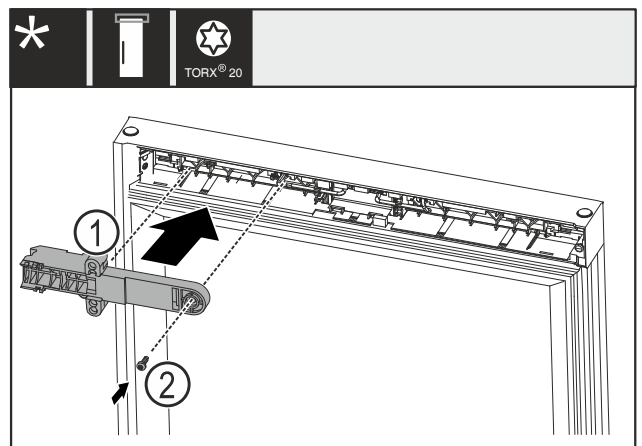

Fig. 26
- Slothouder Fig. 26 (1) 180° draaien en op de tegenoverliggende zijde monteren.
- Slothouder Fig. 26 (1) met schroef Fig. 26 (2) bevestigen.